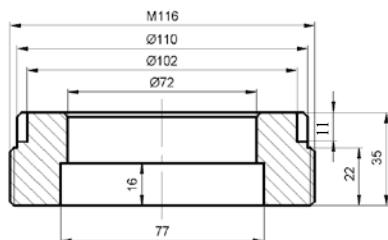

图 4.7.1 绘制机械零件图形
3. 用本章所学的内容，绘制图 4.7.1 所示的机械零件图形，图中未注明倒角为 C2。